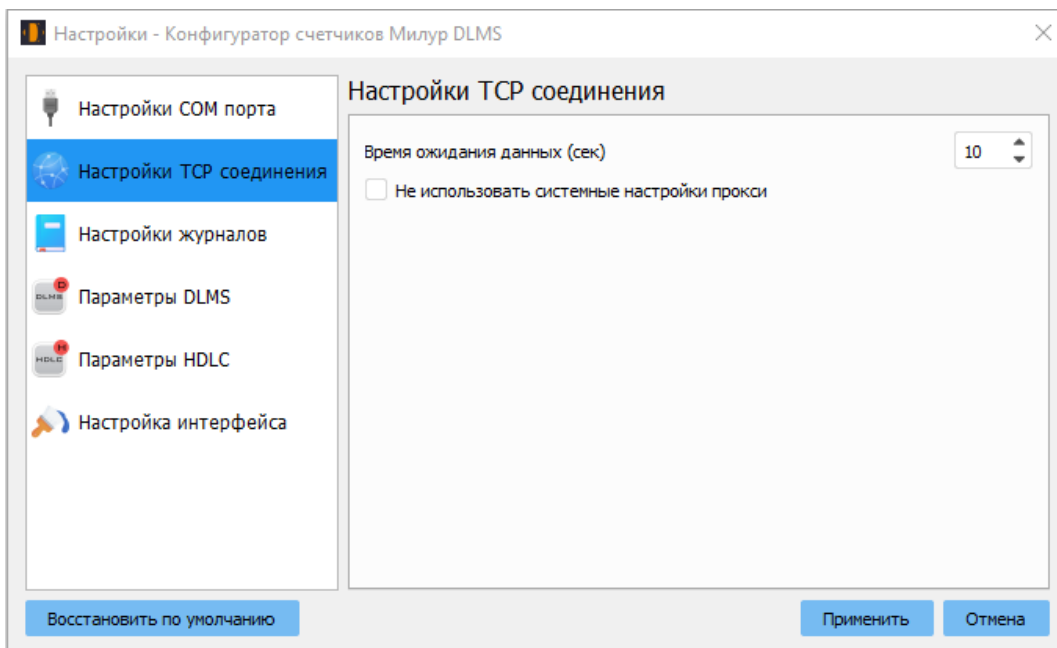

Рисунок 3
4.2.2 «Файл» → «Настройки» → «Настройки TCP-соединения» (рисунок 3).